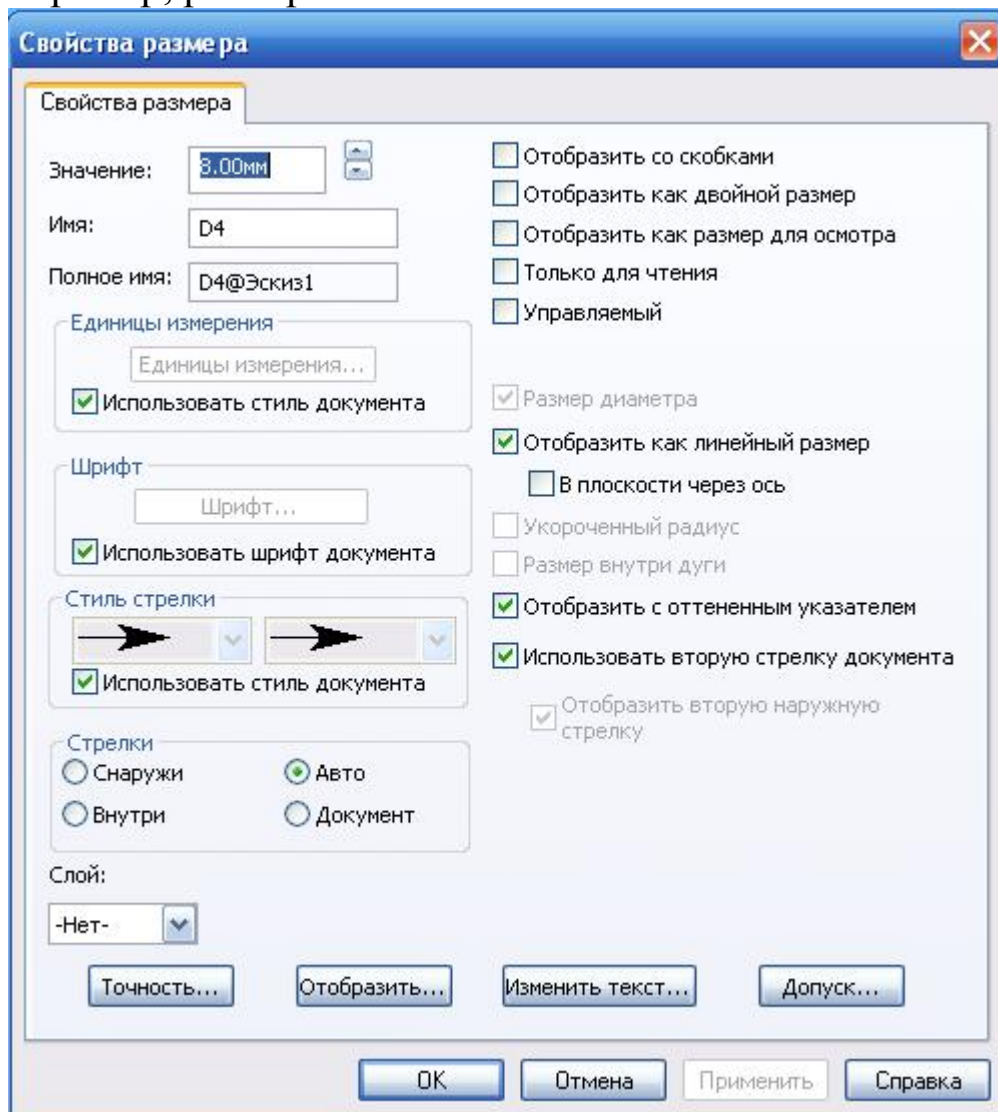

Рис. 26
- нажмите на тексте размера  $\varnothing 8$  правой кнопкой мыши и в контекстном меню выберите команду **Свойства** (рис. 26);